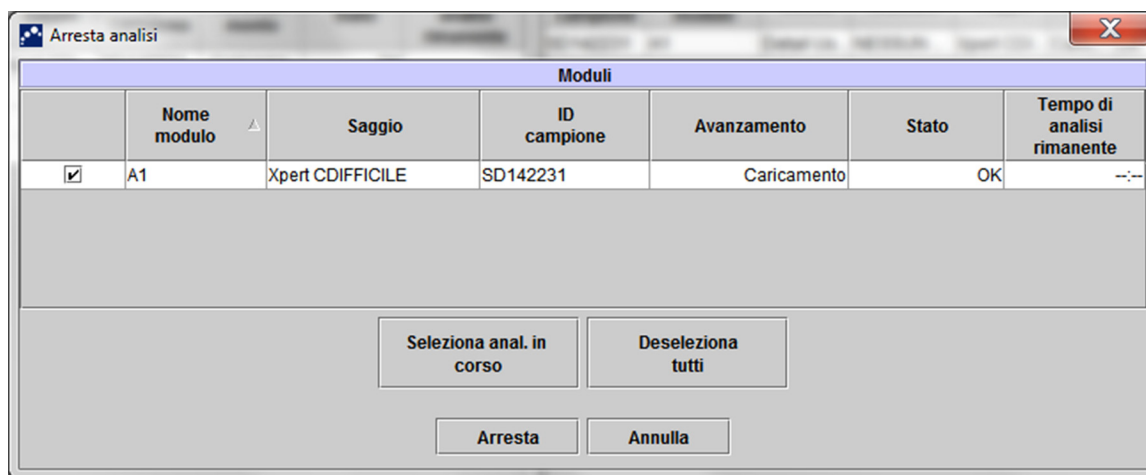

Figura 5-35. Finestra di dialogo Arresta analisi
1. Nella finestra GeneXpert Dx System, fare clic su **Visualizza risultati** nella barra dei menu. Verrà visualizzata la finestra Visualizza risultati. Vedere la Figura 5-35.
Nella finestra Visualizza risultati vengono visualizzate funzioni diverse a seconda del tipo di utente. La Sezione 5-37, Finestra di dialogo Seleziona le analisi da visualizzare descrive la finestra Visualizza risultati per gli utenti di base. La Sezione 5.12.2, Vista dell'utente avanzato e dell'amministratore descrive la finestra Visualizza risultati per gli utenti avanzati e l'amministratore. La Figura 5-35 mostra una finestra Visualizza risultati per gli utenti avanzati e l'amministratore.